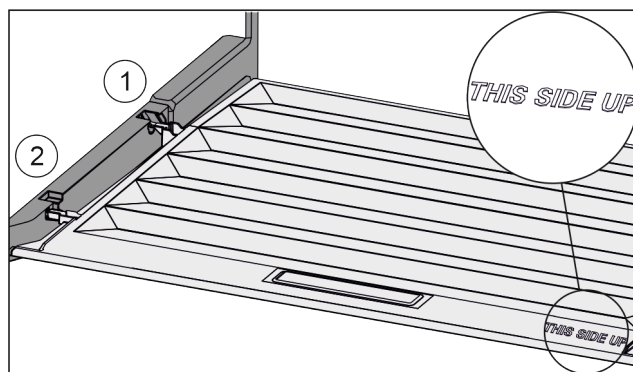

Fig. 116
- ▶ Robova predala vstavite nad odprtino zadnjega držala *Fig. 116 (1)*, spredaj pa ju zataknite v držalo *Fig. 116 (2)*.